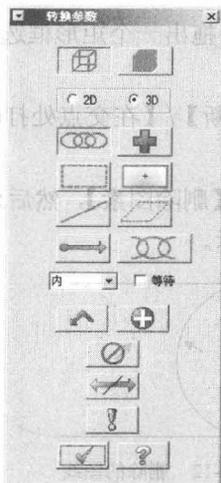
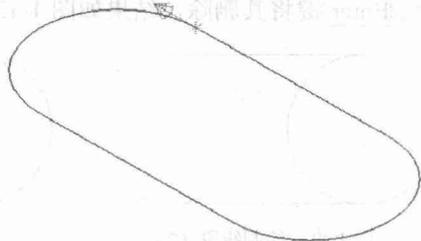

图 1-17 【转换参数】对话框
图 1-18 选择加工轮廓
(2) 系统弹出如图 1-17 所示的【转换参数】对话框，并提示选取加工外形轮廓，选取前面创建的二维图形，其上出现方向箭头，如图 1-18 所示，然后单击  按钮。